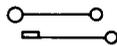

Fig. 2—32 Plug
2.02 32: The 32 plug (A&M Only) (Fig. 2) replaces the 65 plug. The 32 plug is used with the 7-, 15-, 19-, 21-, 36-, 37-, 51-, 66-, 85-, 87-, 100-, 110-, 112-, 113-, and 127-jacks.